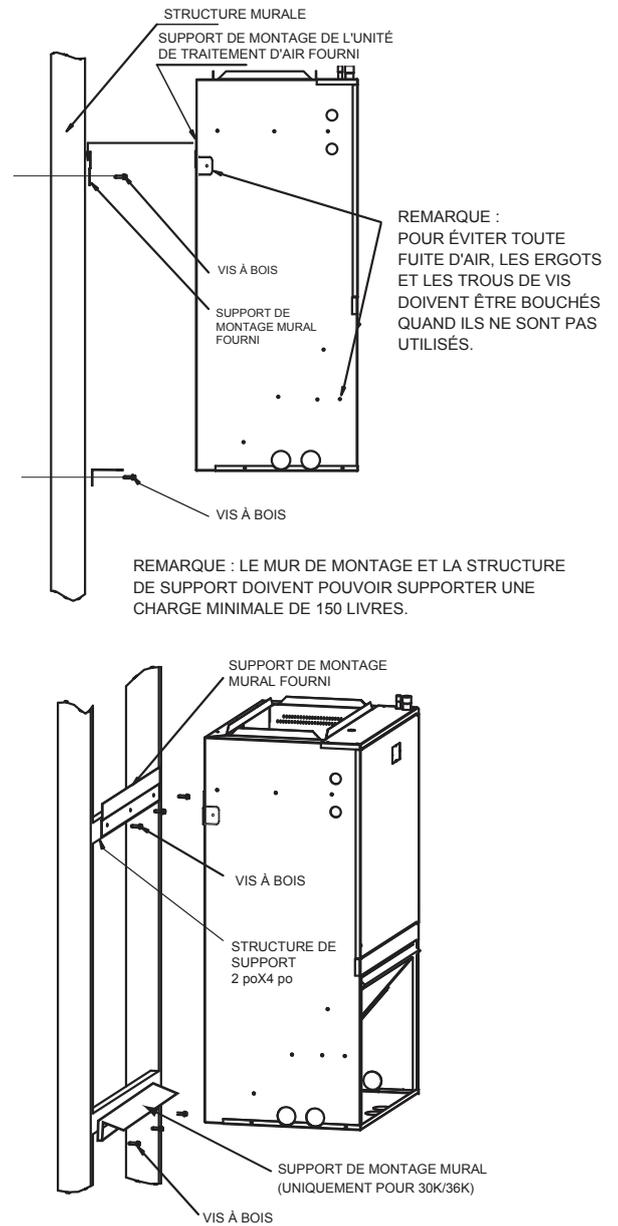

Fig. 3-1 MONTAGE MURAL
L'unité de traitement d'air est livrée en standard avec un support de montage supérieur et inférieur. Reportez-vous à la Figure 3-1 pour plus de détails.
3. Soulevez l'unité de traitement d'air au-dessus du support de montage mural et fixez l'unité sur le support installé. Reportez-vous à la Figure 3-1.
4. Installez la plaque inférieure supplémentaire pour un support supplémentaire pour ce type de montage (voir la Figure 3-1).